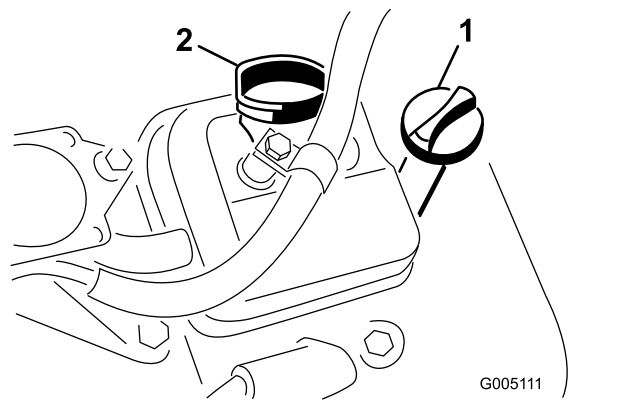

Figura 26
3. Insira a vareta no tubo da vareta e enrosque-a no tubo (Figura 26).